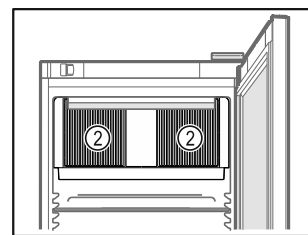

Fig. 62
- ❑ Cirkulācijas gaisa ventilatora ventilācijas spraugas *Fig. 62 (2)* iekšējā nodalījumā turiet brīvas.